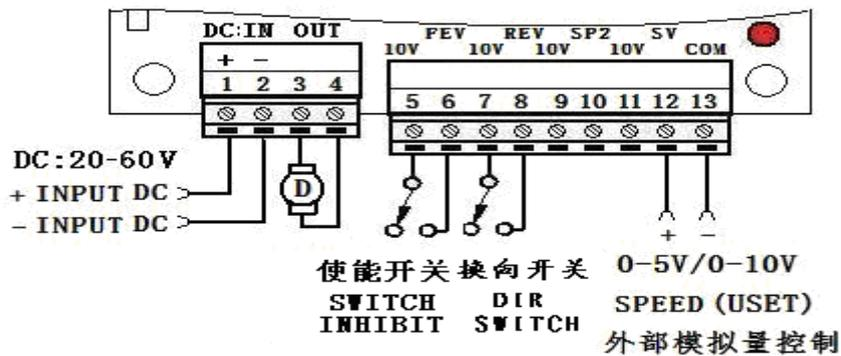

图 2
- 2、采用无源开关和外部模拟信号（0-5V/0-10V）控制，见图 2